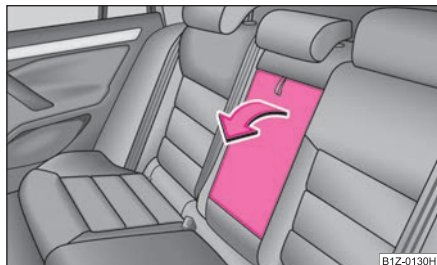

Fig. 69 Asientos traseros: Apoyabrazos
- El apoyabrazos lo puede abatir hacia abajo por el lazo para un aumento del confort ⇒ fig. 69. ■